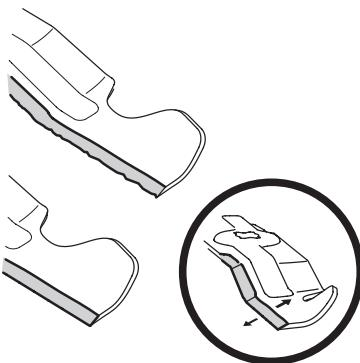

Figure 38
4. Pour aiguiser les lames, la même quantité de métal des deux extrémités des lames sur le côté tranchant. Aiguisez le bord tranchant sur toute sa longueur, parallèlement au bord arrière, soit à un angle de 25 ° à 30 °. Voir la Figure 38.